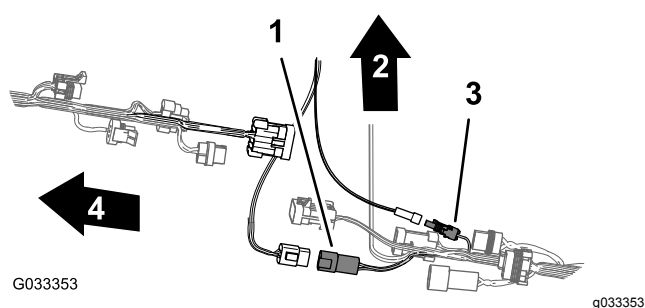

図 92
6. ナビゲーション用とデータ用ハーネスの接続を容易にするために、後方ワイヤハーネスの1ソケットコネクタと、後方ワイヤハーネスの4ソケットコネクタをハーネスの先端部にそろえておく図 92。